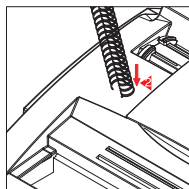

Figura-4
► Evitare di utilizzare dorsi metallici di dimensione non corretta. Si può misurare la dimensione del dorso metallico come mostrato nella figura-4.